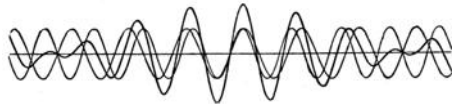

Abb. 30.
**9. Gekoppelte Schwingungskreise.** Koppelt man zwei Schwingungskreise miteinander und erregt den einen, so kann die Energie zwischen ihnen hin und her wandern, es entstehen „Schwebungen“, wobei die Ströme und Spannungen in jedem Kreis rhythmisch, im Takt der „Schwebungsfrequenz“ zu- und abnehmen (Abb. 30). Die Schwebungen kann man entstanden denken aus zwei Einzelschwingungen mit gleichbleibenden Höchstwerten und den Frequenzen: